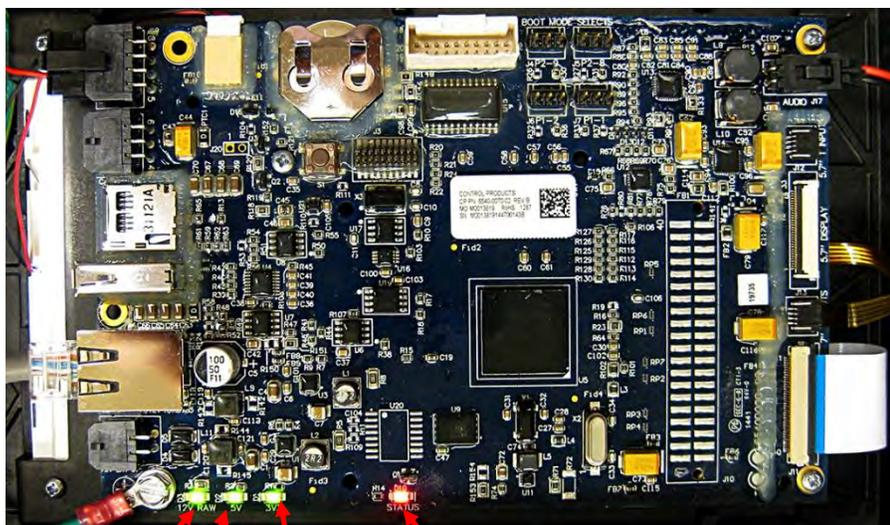

Рис. 7
Чтобы убедиться, что контроллер FQ4000 получает питание и сенсорный экран работает, отвинтите 2 винта, крепящие контроллер к оправе. Опустите контроллер, чтобы стали видны светодиоды в задней части платы контроллера. Убедитесь, что три (3) зеленых светодиода горят, указывая на то, что контроллер получает питание 3 В, 5 В и 12 В. Эти светодиоды должны постоянно гореть. При нажатии в любой части сенсорного экрана должен загореться красный светодиод СОСТОЯНИЯ (см. рис. 7). Этот красный светодиод также загорается на короткое время при включении питания.